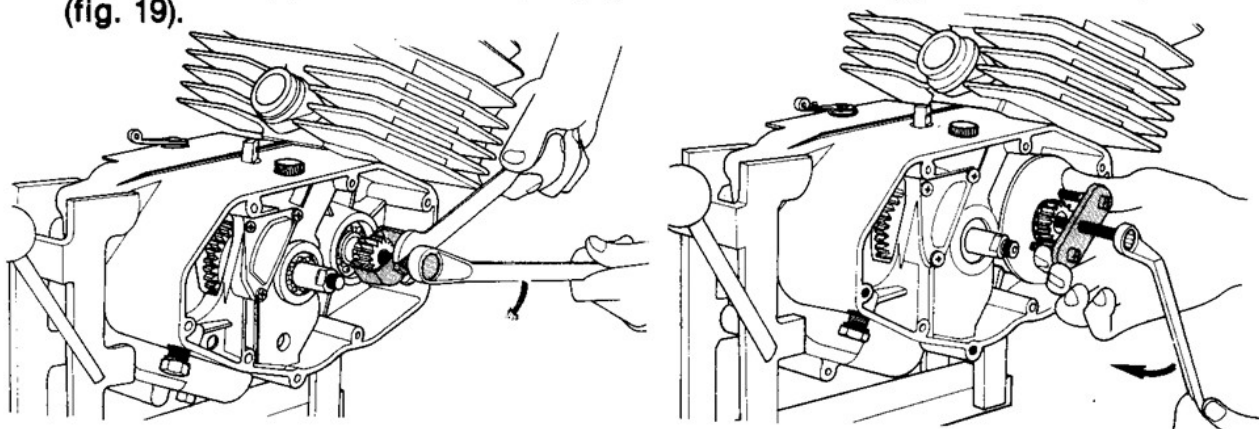

FIG. 19 Estrazione pignone motore
- 17) RIMUOVERE il pignone motore con l'apposito estrattore (cod. 05.0040.0 per pignone $Z = 13$) (cod. 05.0041.0 per pignoni $Z = 14 \div 16$) (cod. 05.0007.0 per Trial) (fig. 19).